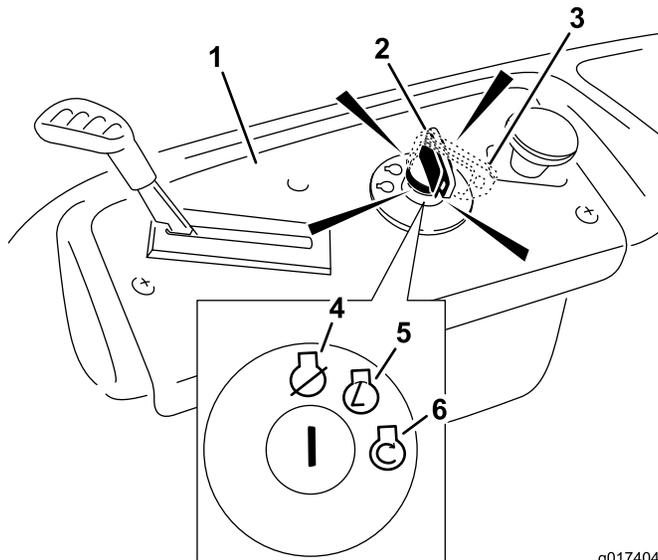

Figura 14
4. Gire la llave de contacto a Arranque para activar el motor de arranque (Figura 14).
- Gire la llave de contacto a la posición de Desconectado (Figura 14) y retire la llave.